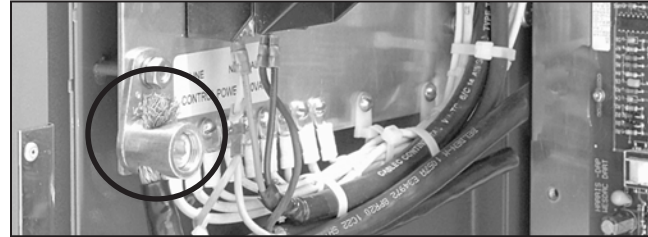

Figura 122. La zapata de cobre y bloque de fusible.
- (g) Conecte el cable grueso blindado a la zapata de cobre que está en la placa de tierra del gabinete para baja tensión. Ver Figura 122.
PASO 5. Conecte la línea y el neutro al bloque de fusibles. Vea la etiqueta que está abajo del mismo. Ver Figura 122.